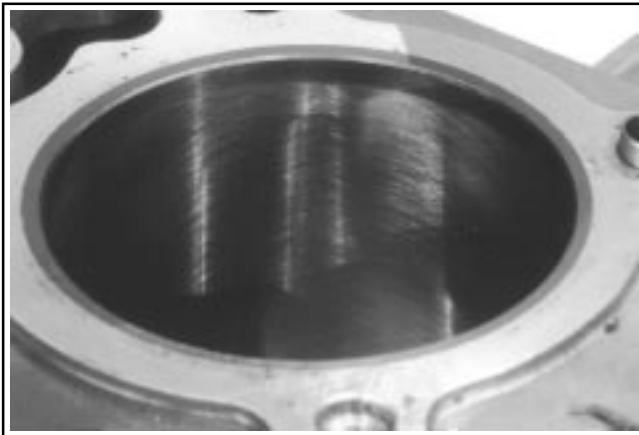

Figure 9-2. Hachure croisée du trou du cylindre après réalésage.
3. Quand le trou est à **0,064 mm (0.0025 in.)** de la taille souhaitée, retirer les pierres grossières pour les remplacer par des pierres à brunir. Continuer à utiliser les pierres à brunir jusqu'à **0,013 mm (0.0005 in.)** de la taille souhaitée et terminer avec des pierres de finition (grain 220-280) pour polir à la cote finale. Une hachure croisée doit être ménagée si le réalésage est effectué correctement. Les hachures doivent se croiser à environ 23-33° par rapport à l'horizontale. Un angle trop obtus risque de faire sauter les segments ou de causer une usure excessive ; un angle trop aigu augmente la consommation d'huile (voir la Figure 9-2).